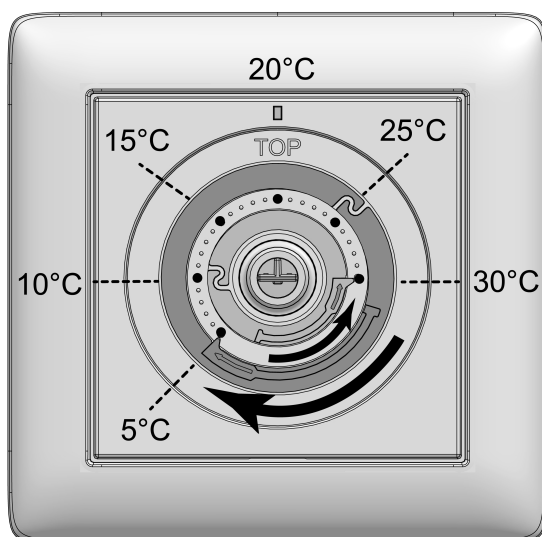

рисунок 4: Установочные кольца для ограничения температуры
В среднем положении прибор регулирует заданную температуру до ок. 20 °С. Достигнутая температура помещения зависит от места монтажа прибора и условий эксплуатации. Минимальная заданная температура составляет ок. 5 °С, а максимальная заданная температура — ок. 30 °С (рисунок 4).
- Отожмите кнопку (5) управления на центральной плате (4), чтобы увидеть установочные кольца (7) (рисунок 4). Отображенные значения температуры на рисунке являются ориентировочными.